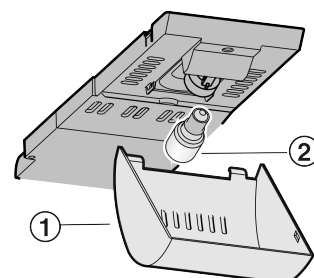

Fig. 12
- ▶ Chwycić pokrywę Fig. 12 (1) z przodu i wyciągnąć z tyłu.
- ▶ Wymienić żarówkę Fig. 12 (2).
- ▶ Ponownie założyć pokrywę Fig. 12 (1).